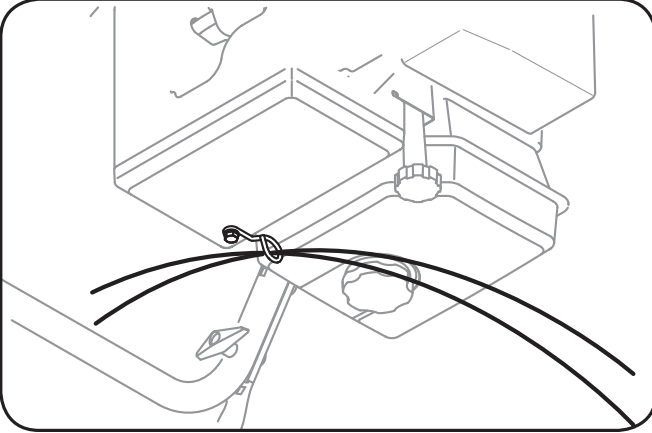

Fig. 3-8
- Positionnez les barres de coupe pour qu'elles font face à l'avant comme illustré à la Fig. 3-8. Maintenez-les en place avec la boulonnerie enlevée précédemment, les écrous à oreilles devraient être attachés sur l'extérieur du logement comme illustré.
- Vérifiez que tous les câbles (le cas échéant) sont acheminés dans le guide sur la droite de la manivelle de commande de la goulotte. Voir la Fig. 3-8.